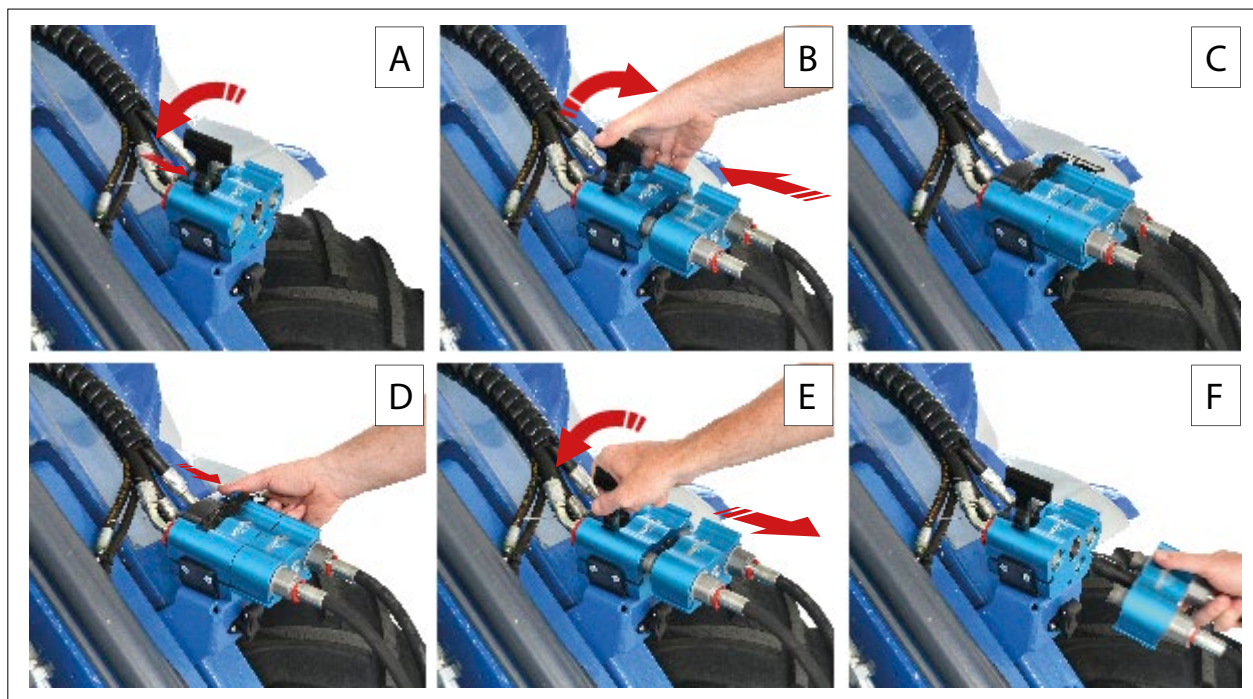

РИС. 24
- 2) Нажмите кнопку блокировки (РИС. 23 - Сс. 2) на ручке замка и поднимите ручку замка (РИС. 23 - Сс. 3) в открытое положение (РИС. 24 - Сс. А).
- 4) Потяните стопорную ручку (РИС. 24 - Сс. В) вниз, зафиксировав ответную часть адаптера в разъеме (РИС. 24 - Сс. С).
- 1) Нажмите кнопку блокировки (РИС. 23 - Сс. 2) на ручке замка и поднимите ручку замка в открытое положение (FIG. 24 - Сс. D и E).
- 2) Отсоедините гидравлические трубки навесного оборудования от машины (РИС. 24 - Сс. F).